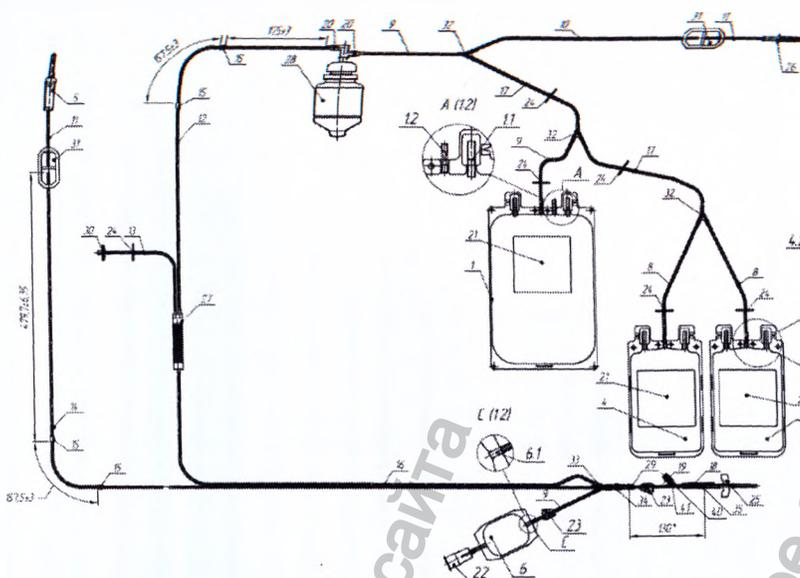

Рисунок 3 Варианты исполнения 3, 8.
3. Система, модель 3 (B) - рисунок 3;
8. Система, модель 3 (HS) - рисунок 3;